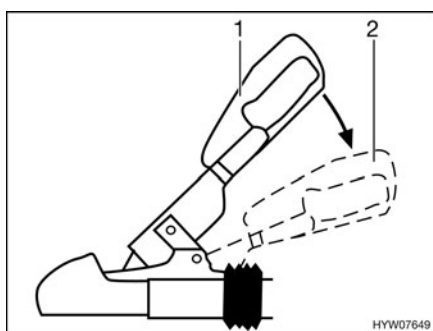

Fig. 176 Tirador de estabilización
- Activar el dispositivo de estabilización. Tirar de la palanca de acoplamiento hacia abajo desde la posición cerrado (Fig. 176,1) hasta el tope (Fig. 176,2).